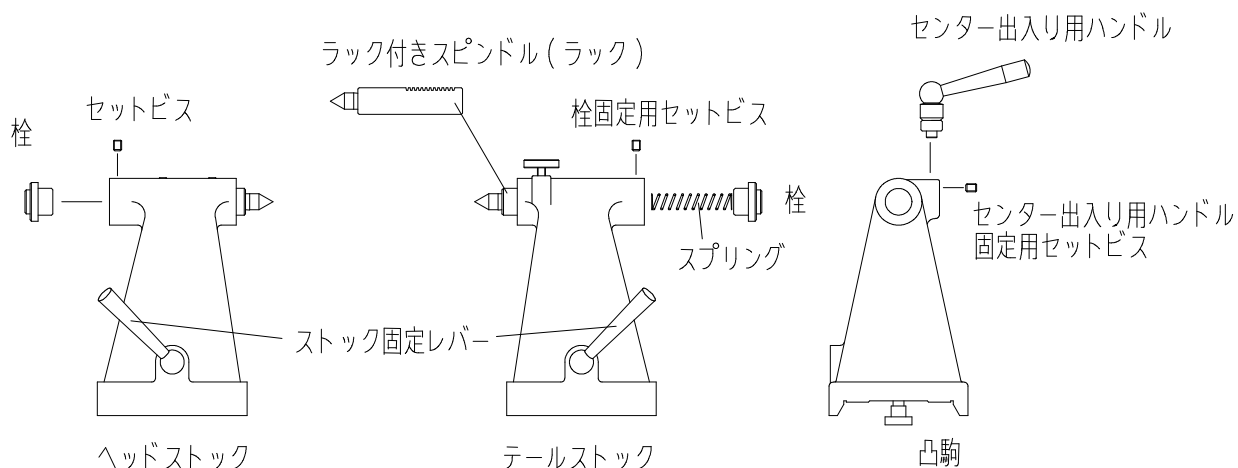

図 4. 凸駒 ・ センター出入り用ハンドルの調整
- ① 図4のように栓固定用セットビスを緩めて栓を取り外してください。